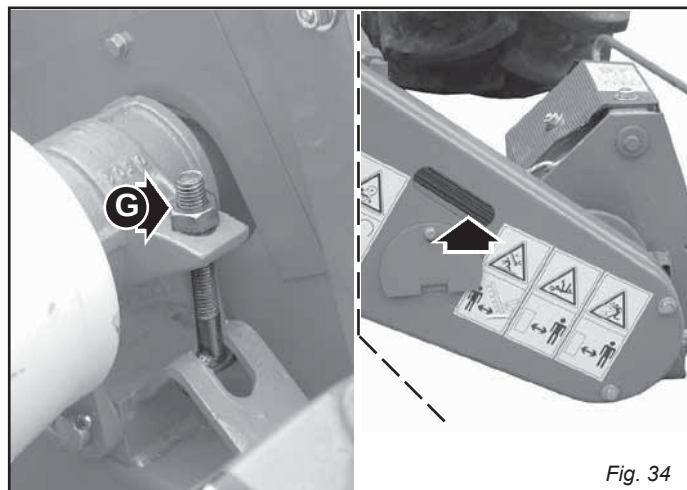

Fig. 34
- Controlați tensiunea curelelor prin intermediul ferestrei de pe carter; jocul nu trebuie să depășească doi centimetri. Eventual reglați tensiunea prin intermediul piuliței (G, Fig. 34). După fiecare verificare, fereastra de control trebuie închisă cu capacul corespunzător.